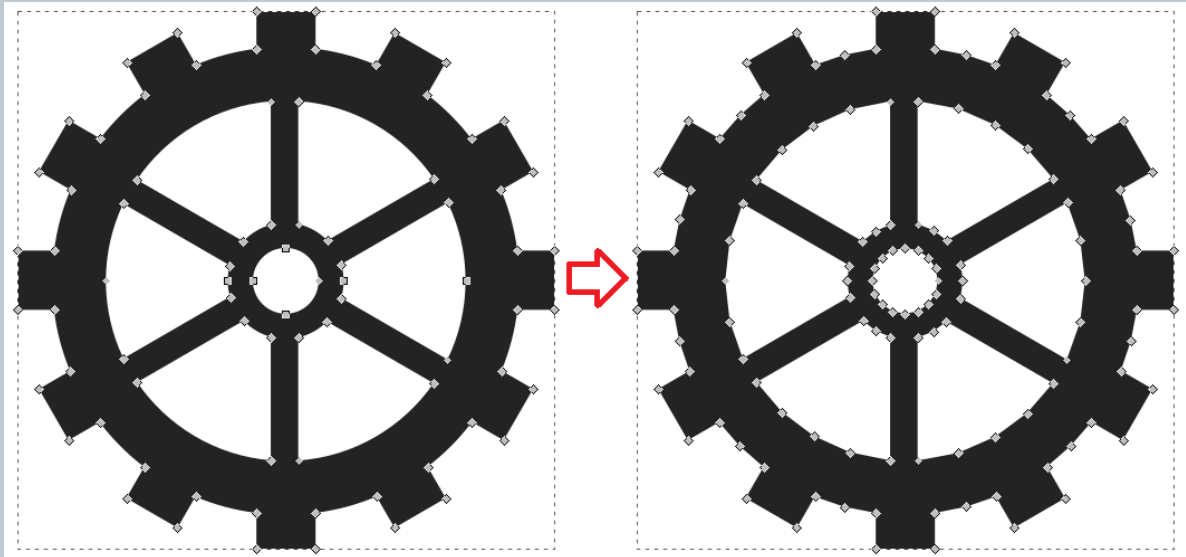

Fig. 47
**NB.** Verificare che tutte le curve siano state effettivamente sostituite da segmenti. Selezionando l'immagine con lo strumento "Modifica tracciati dai nodi" (Tasto scelta rapida F2) dalla barra strumenti a sinistra, si noteranno molti più punti che in precedenza e, ingrandendo su quelli che rappresentano una curva, sarà possibile individuare diversi piccoli segmenti retti al posto della linea curva. Se non tutte le linee curve fossero state trasformate in segmenti dritti, ripetere l'operazione selezionando le linee ancora curve. Vedi Fig. 47.